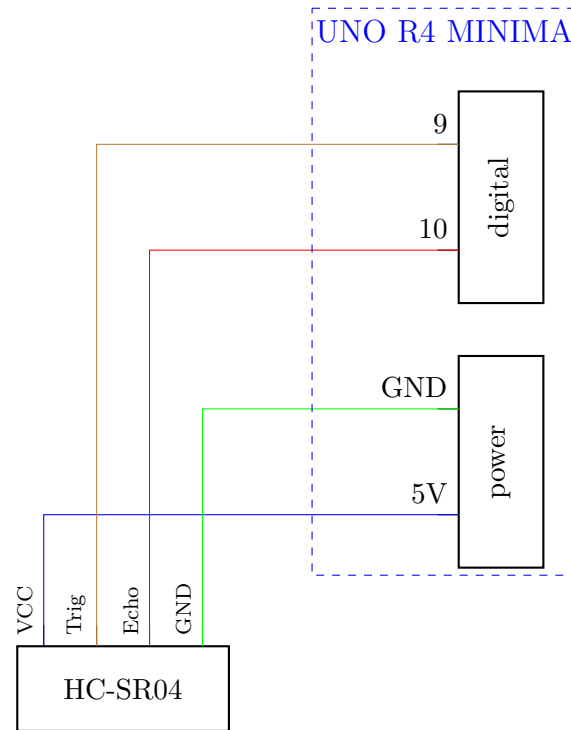

Figura 5.1: Conexión de sensor ultrasónico de distancia
- a. Conecte el sensor HC-SR04 tal como se muestra en la Figura 5.1